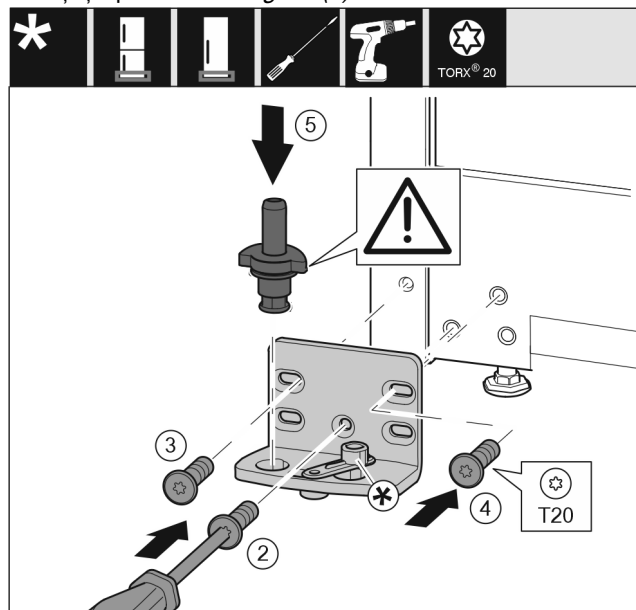

Fig. 18
- ▶ Aplicați suportul de lagăr pe partea opusă și înșurubați-l cu ajutorul unei șurubelnițe T20. Începeți cu șurubul 2 de jos din centru. Fig. 18 (2)
- ▶ Înșurubați ferm șurubul 3 și 4. Fig. 18 (3,4)
- ▶ Introduceți complet bolțul de lagăr. Aveți grijă aici ca respectiva camă de cuplare să fie îndreptată către înapoi. *Fig. 18 (5)*